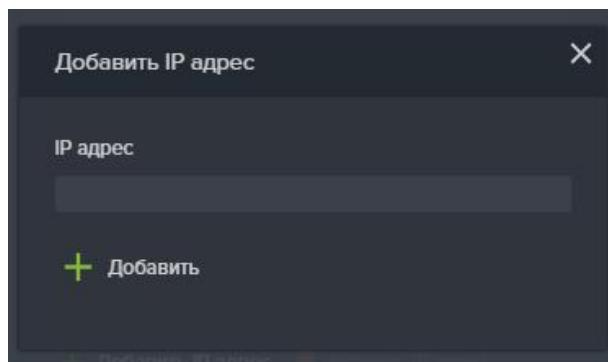

Рисунок 99. Добавление IP адреса
- Введите IP адрес в соответствующее поле и нажмите на кнопку «Добавить» (см. Рисунок 99);